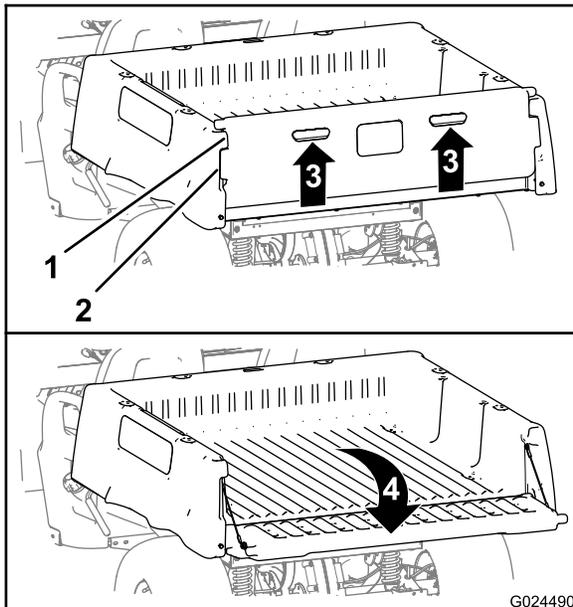

Figura 20
2. Tire hacia arriba del portón usando los tiradores del panel trasero (Figura 20).
4. Gire hacia atrás y hacia abajo (Figura 20).
3. Alinee las pestañas de bloqueo del portón trasero con los huecos situados entre las pestañas del portón trasero de la plataforma de carga (Figura 20).
4. Gire el portón trasero hacia atrás y hacia abajo (Figura 20).
6. Gire el portón hacia arriba y hacia adelante hasta que las pestañas de bloqueo del portón trasero estén enrasadas con el hueco de la plataforma de carga (Figura 20).
7. Baje el portón hasta que quede apoyado en la parte trasera de la plataforma de carga (Figura 20).